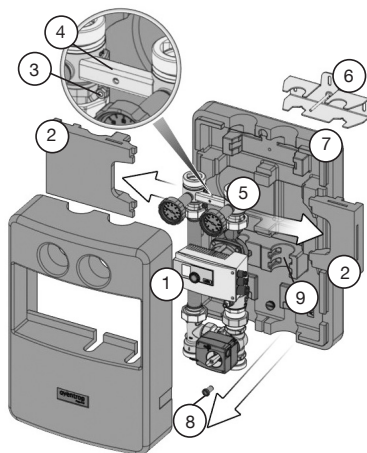

Fig. 4
1. Démontez la partie avant de la coquille d'isolation (1) (fig. 4).
2. Retirez le bloc d'insertion (2) (en deux parties) (fig. 4).
3. Desserrer l'écrou hexagonal (3) à l'aide d'une clé de 10 mm et enlever la plaque d'arrêt (4) (fig. 4).
4. Sortir le groupe de robinetterie (5) et la fixation murale (6) de la partie arrière de la coquille d'isolation (7) (fig. 4).